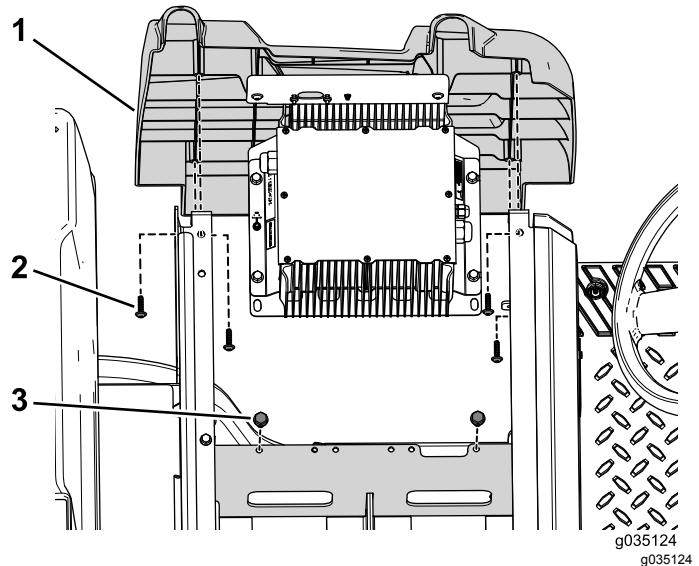

Figure 10
2. Retirez les 2 boulons qui fixent le support de chargeur au support de batterie (Figure 10).
3. Retirez les 4 vis autotaraudeuses qui fixent le panneau gauche sur la machine (Figure 10).
1. Fixez le panneau gauche à l'aide des 4 vis autotaraudeuses retirées précédemment (Figure 10).
2. Fixez le support du chargeur au support de la batterie à l'aide des 2 boulons retirés précédemment (Figure 10).